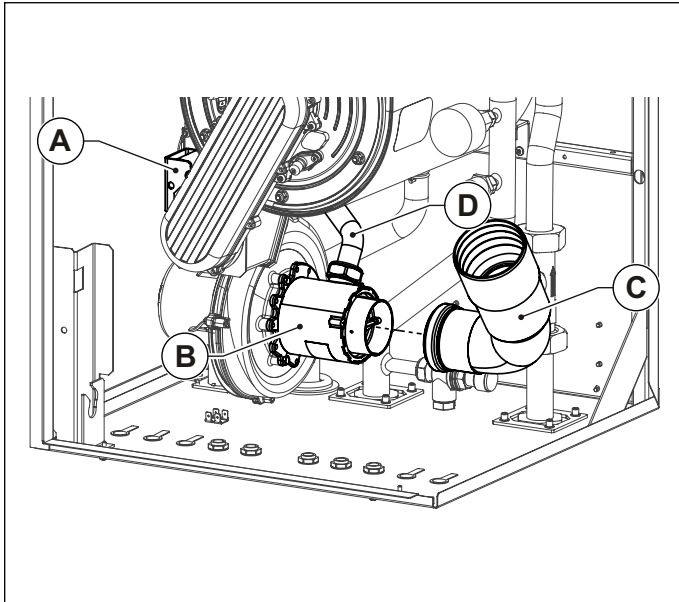

Fig. 38 Silenciador de aspiración
- Desmontar el silenciador de aspiración **C** extrayéndolo del mezclador (solo KR 85) (ver Fig. 38 Silenciador de aspiración).
- Desconectar el tubo de gas **D** del mezclador **B** (ver Fig. 38 Silenciador de aspiración).
- Conectar el tubo del gas **D** al mezclador (ver Fig. 38 Silenciador de aspiración).